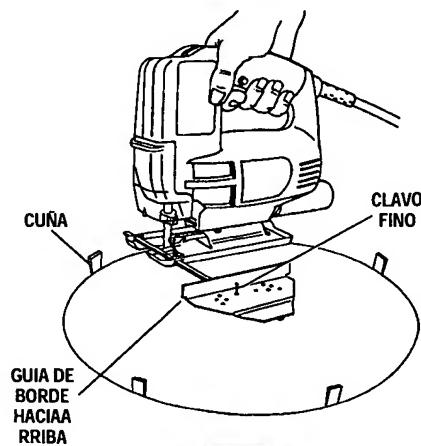

FIG. 16
2. Perfore un corte o realícelo mediante descenso vertical cerca del borde del círculo, apague la sierra y desconecte el enchufe de la fuente de energía (Fig. 16).
Consejo para cortar: Corte lentamente para que la hoja permanezca recta en el corte. Coloque pequeñas cuñas en el corte, tal como se muestra en la Fig. 16, para evitar que el círculo interior se separe cuando usted esté cerca del final del corte.